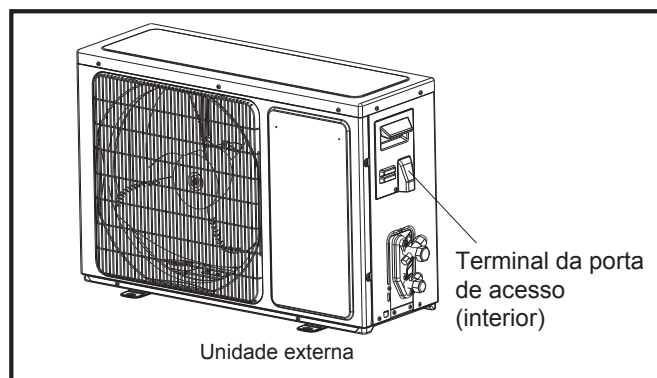

Fig. 22
- 1) Remova a porta de acesso da unidade através de soltar o parafuso. Ligue os fios aos terminais da placa de controle individualmente, como o seguinte (Fig. 22).